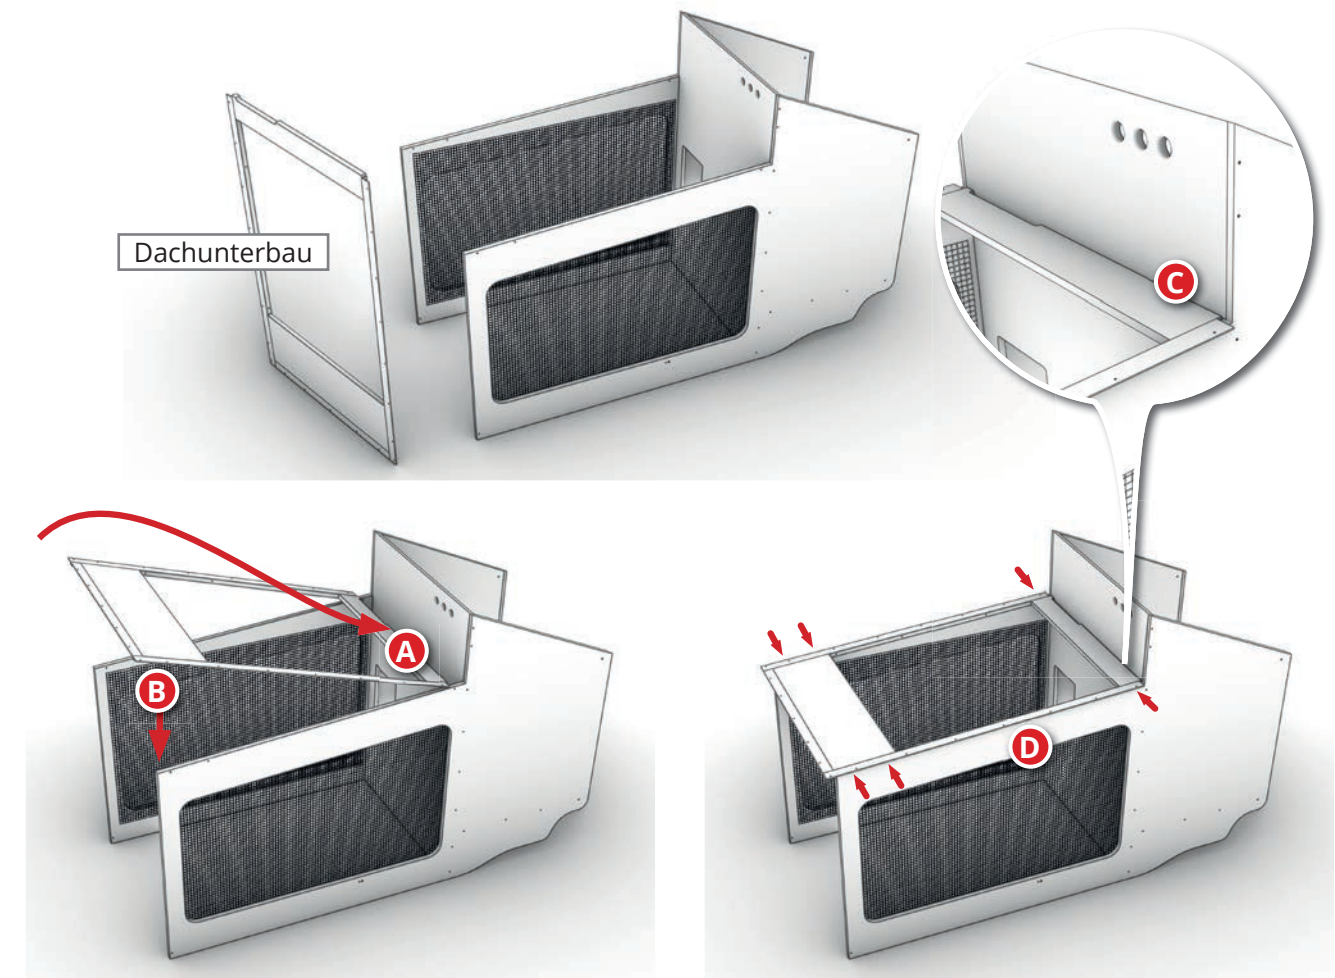

Abbildung 14: Montage des Dachunterbaus
13. Legen Sie den fertig vormontierten Dachunterbau wie in Abbildung 14 gezeigt mit dem schmalen Holzbrett in Richtung Frontplatte möglichst nahe bei der Frontplatte auf die Karosserie ab **A**. Drücken Sie den Dachunterbau gegen die Frontplatte und senken Sie den Dachunterbau dann im vorderen Bereich der Voliere ab **B** so dass die Holzplatten vom Dachunterbau zwischen den Seitenteilen zum Liegen kommen und die Aluminiumleisten auf den Seitenteile aufliegen **C**.